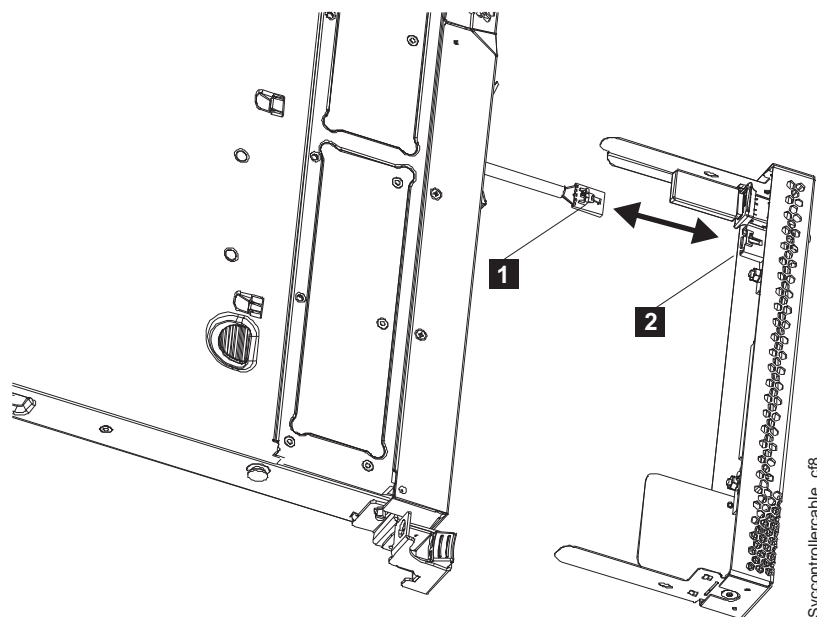

Figura 100. Removendo e substituindo o cabo USB no controlador de serviço do SAN Volume Controller 2145-CG8 ou 2145-CF8
- a. Desconecte o cabo USB (**1** na Figura 100) do controlador de serviço (**2**).
- d. Instale a outra extremidade do cabo USB no conector USB (**2** na Figura 100 na página 129) na parte traseira do controlador de serviço.